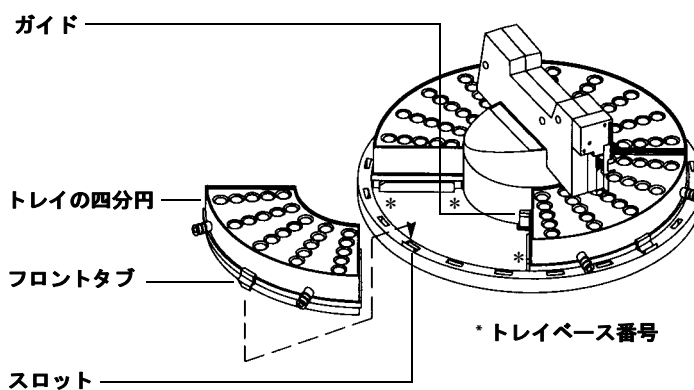

図9 トレイの四分円を取り付ける
- 7 トレイの四分円を取り付けます(図9)。四分円の番号がトレイのベース番号と一致していることを確認します。